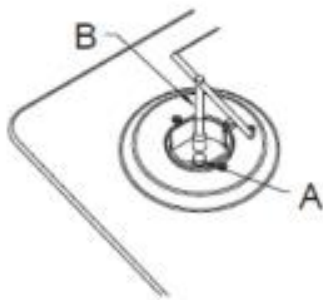

Abb. 6
- Udskift injektorerne med den passende injektor fra nedenstående tabel (se fig. 6). Fjern først brænderdækslerne og ringene, og skru injektoren "A" (se fig. 6) af med en topnøgle "B".